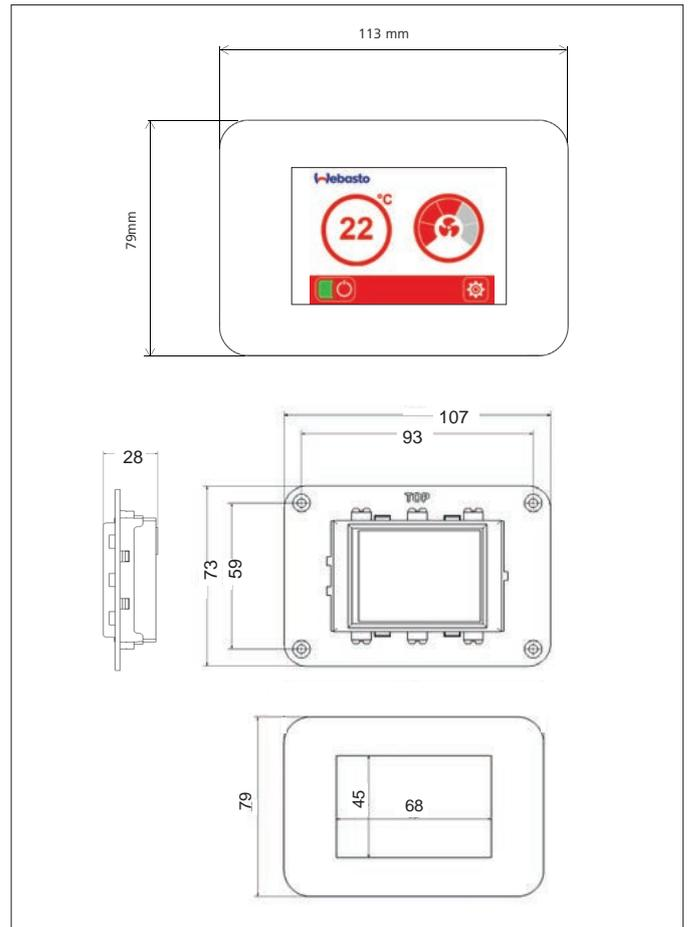

рис.12 Монтаж BlueCool MyTouch
- ▶ Сделайте вырез под пульт управления на месте монтажа. Размеры выреза см. на рис.12.